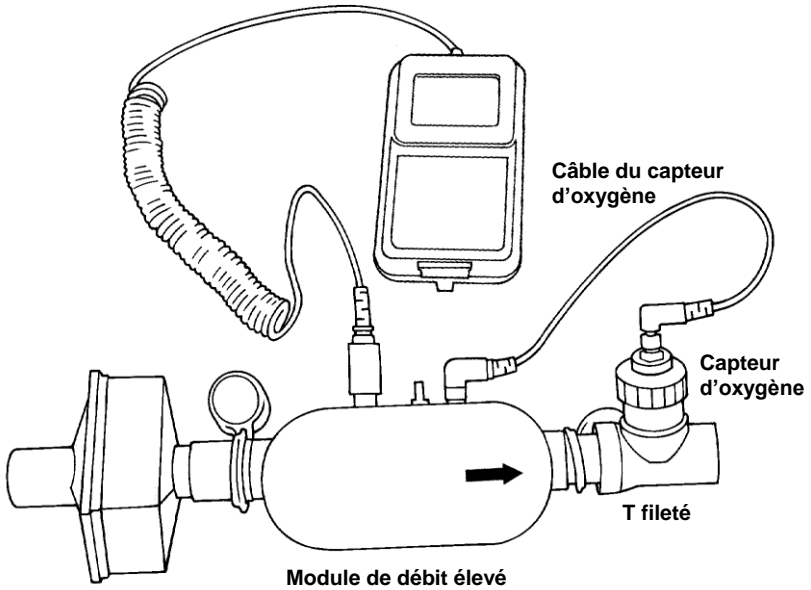

Figure 6. Fixation du capteur d'oxygène au module de débit élevé
4. Module de débit élevé uniquement : installer le capteur d'oxygène (en option, **Figure 6**).